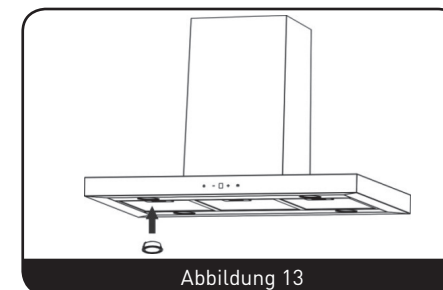

Abbildung 13
3. Ersetzen Sie die alte durch eine neue Glühlampe des gleichen Typs und mit gleicher Leistung (max. 1,5 W). (Abbildung 13)